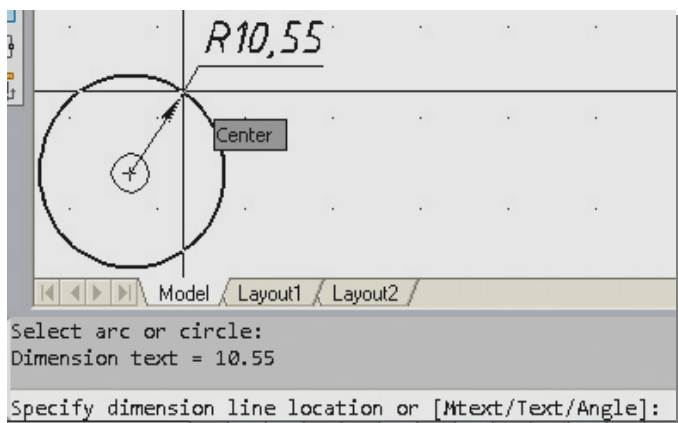

Рис. 3.34. Командная строка при простановке размера радиуса
3. Укажите курсором точку на окружности. В командной строке появится автоматически вычисленное значение радиуса выбранной дуги, предложение указать положение размерной линии и список опций команды (рис. 3.34).
Включите вместо привязки **Center** объектную привязку **Tangent** (Касательная) (см. рис. 3.34). Для этого уберите флажок у привязки **Center** и установите его у привязки **Tangent**.